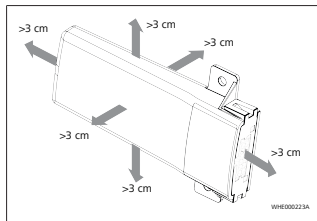

Fig. 5
- På alle sider af ThermoConnect TCon2 skal der overholdes en afstand på mindst 3 cm til alle metalflader. Se illustrationen Fig. 5.